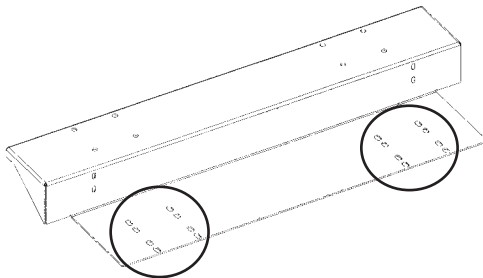

Figura 2
4. Fissare con la viteria tolta al punto 3 le staffe delle ruote piroettanti esterne agli appositi fori praticati sulla parte inferiore dell'apparecchio, insieme al distanziatore di impilamento se presente (quest'ultimo deve essere inserito sul lato cliente); quindi fissare con le otto viti 1/4-20 x 1 (tolte al punto 1) le staffe a entrambi i lati dell'apparecchio. Vedi Figura 2 e 3.
Le staffe possono essere fissate all'uno o all'altro lato e per questo motivo hanno 16 fori, come illustrato nella Figura 2.